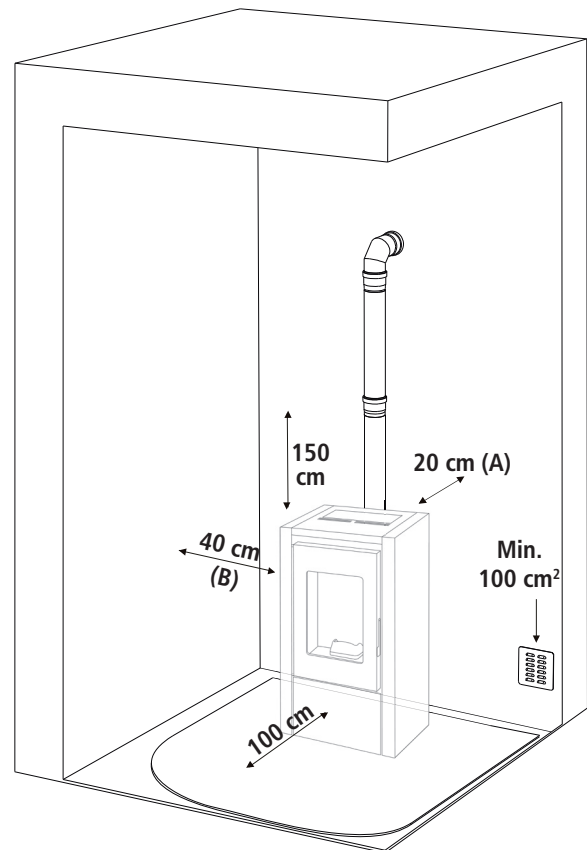

AFBEELDING 1b
**Het is verplicht om voor een gepaste externe luchtinlaat te zorgen, die de verbrandingslucht toevoert, vereist voor een goede werking van het product.** De luchttoevoer tussen de buiten- en installatieruimte kan direct plaatsvinden, middels een opening op een buitenmuur van de kamer (voorkeursoplossing, zie afbeelding 1a); of indirect, middels de luchtaanzuiging van aangrenzende ruimten die zijn uitgerust met luchtinlaat en permanent communiceren met de installatieruimte (zie afbeelding 1b). Slaapkamers, badkamers, garages, gemeenschappelijke ruimtes van het gebouw en kamers waar brandgevaar heerst, zijn uit de aangrenzende ruimtes uitgesloten. Houd rekening met de aanwezigheid van deuren en ramen, die een juiste luchtstroom naar de kachel kunnen belemmeren. Ze moeten zich op 1,5 meter van de eventuele rookafvoer bevinden. De totale netto minimumoppervlakte van de luchtinlaat moet 100 cm2 zijn.